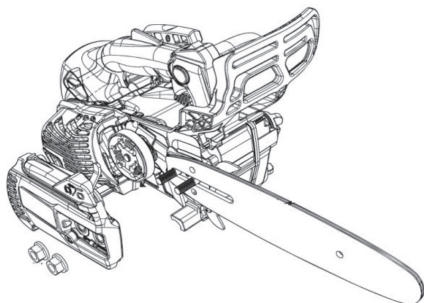

Рис. 18
3. Установите шину и сдвиньте ее до упора в сторону сцепления для облегчения установки цепи. Рис. 18